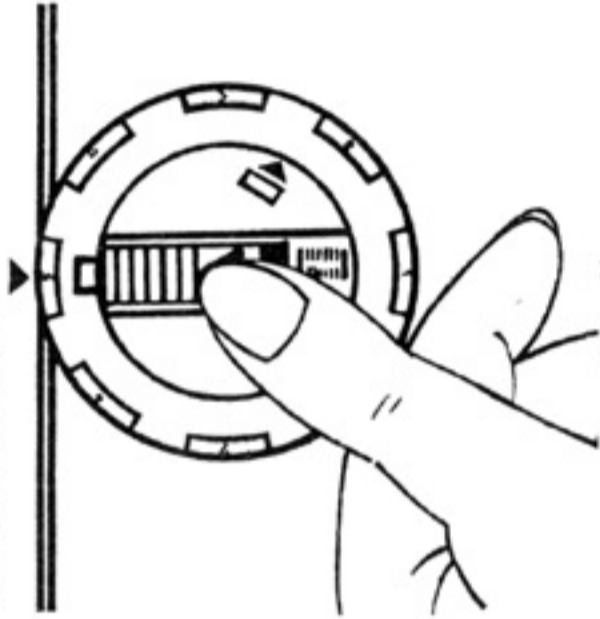

Рис. 41
27. Петли (рис. 41 - 46)
Необходимо оказывать внимание на последовательность рабочих приемов согласно рис. 41 - 46.
Не забывайте после окончания шитья петли под пуговицу передвигать петлю 25 в исходное положение (рис. 41).